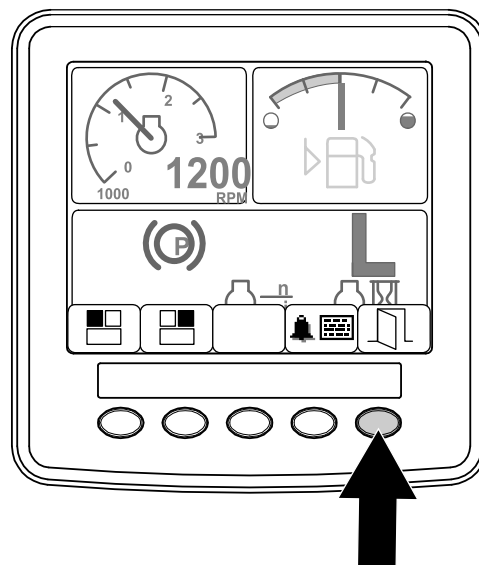

Figura 8
2. Prima e mantenha premido o botão 5 para aceder ao Main Menu (Figura 8) (Menu principal).